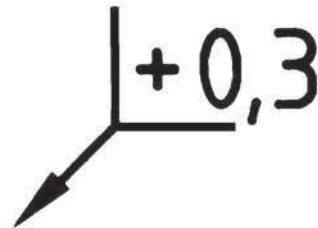

Bild 16.
3.3.1 Das Kantenmaß ist mit dem Symbolelement + oder – für den Kantenzustand nach Tabelle 1 (in Feld a_1 entsprechend der Festlegung nach Bild A.1) am Grundsymbol einzutragen (Beispiel siehe Bild 16).